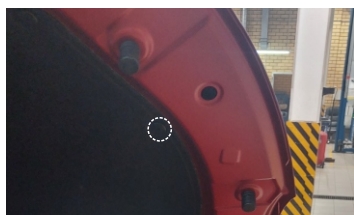

Рис.1
1. Демонтировать пистоны крепления обшивки капота (Рис.1).